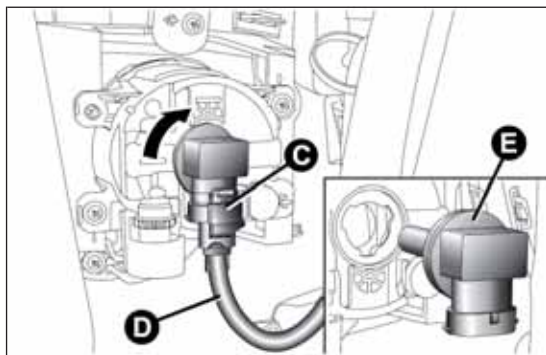

fig. 180
- ☐ agire sulla molletta C fig. 180 e scollegare il connettore elettrico D;